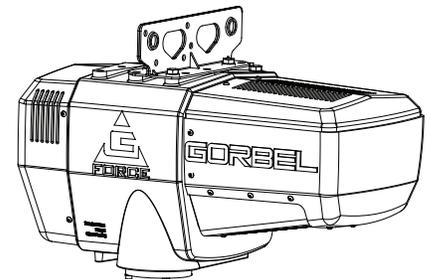

Fig. 3B. Gruppo azionatore standard con carrello adattatore.
Quando un paranco Gorbel® G-Force® deve essere usato su un carro ponte non fabbricato da Gorbel®, è richiesto un carrello adattatore (**fig. 3B**). **Nota:** Il cliente deve disporre di due (2) carrucole nel caso in cui il dispositivo operi su un carro ponte non prodotto da Gorbel.